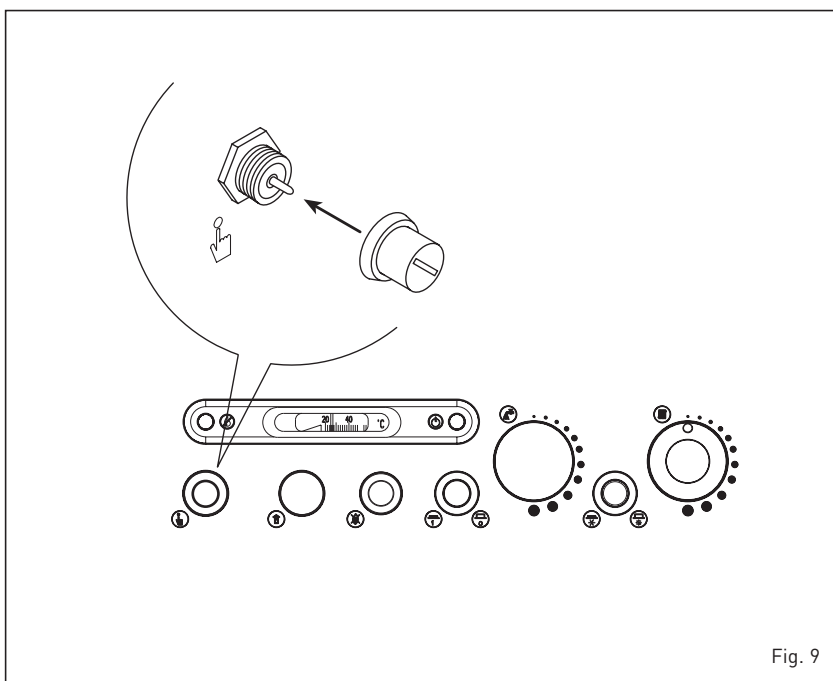

Fig. 9
3.2.3 Termóstato de seguridad (fig. 9)